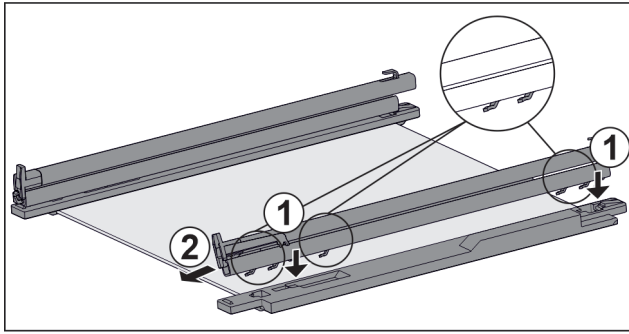

Fig. 160 带轨道和固定件的玻璃隔板
- ▶ 将轨道的挂钩放到左侧固定件的孔上。 Fig. 160 (1)
- ▶ 向前拉轨道。 Fig. 160 (2)
- ▶ 将轨道的挂钩放到右侧固定件的孔上。 Fig. 160 (1)